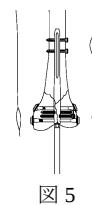

図 5
- ターゲットデバイスを取り外し, 遠位スクリューの緩み及び軟部組織の侵入を防ぐため, ネイルにエンドキャップを挿入し固定します。 (図 5)